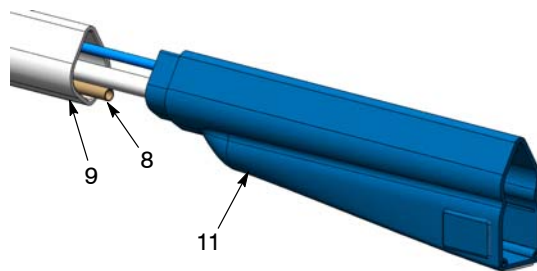
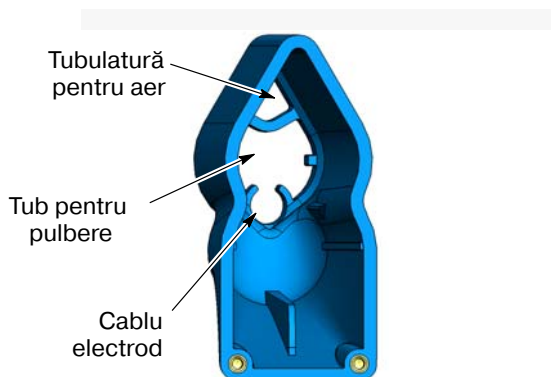

Figura 40 Tragerea carcasei de pe tubul corpului
Figura 41 Așezarea cablului pentru aer, pulbere și electrod prin carcasă
4. A se vedea Figura 40. Trageți carcasa (11) de pe tubul corpului (9) pentru a expune ghidajul cablului (8).
5. A se vedea Figura 41. Conduceți noul cablu al electrodului prin carcasă așa cum este prezentat, în timp ce ghidați multiplicatorul în carcasă, până când radiatorul se află la aproximativ 1 inci de capătul carcasei.
6. A se vedea Figura 40. Introduceți capătul cablului în ghidajul cablului (8) și împingeți-l prin acesta în timp ce așezați tubul pentru pulbere și tubulatură pentru aer prin carcasă așa cum se prezintă în Figura 41.